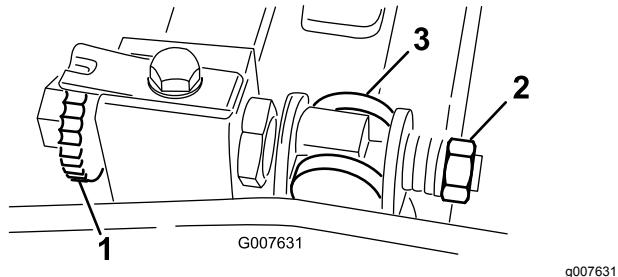

Figura 61
- Rode o parafuso de ajuste da barra de apoio no sentido contrário ao dos ponteiros do relógio, para afastar lâmina de corte do cilindro (Figura 61).
- Faça recuar a porca da mola tensora até que a anilha deixe de estar sob tensão contra a barra de apoio (Figura 61).